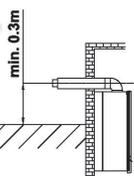

Рис. 4
- Расстояние между крышей или деревянным покрытием и дымоходом должно быть не менее 1.5 м. (Рисунок 4а)
- В местах, где выход дымохода может быть подвергнут ударам, дымоходы должны быть помещены в решетку из нержавеющей или оцинкованной стальной проволоки. Это необходимо учитывать в районах с движением транспортных средств. (Рисунок 4б)
- В местах, где проходят люди, например, тротуары, высота выхода дымохода должна быть не менее 2 м. (рис. 4с). Эта высота может составлять не менее 1м для полуподвальных помещений с фасадом на тротуар при условии соблюдения необходимых мер безопасности.
- Высота выхода дымохода должна быть не менее 0.3 м в местах, где транспортные средства или люди не проходят. (Рисунок 4д)